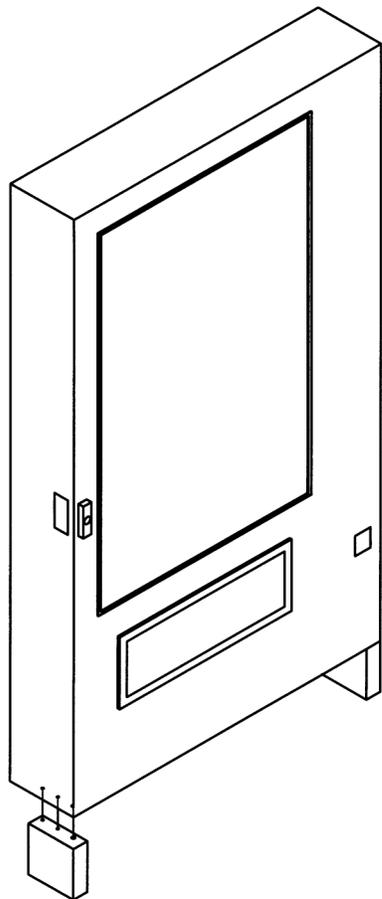

Figura 4.2 Instalación de la Pata Falsa
La Pata Falsa ayuda a prevenir que la Máquina se caiga cuando la puerta de la Máquina Expendedora está abierta y una o más de las charolas para botellas se encuentran extendidas. No instalar la Pata Falsa en las Máquinas Expendedoras con charolas para botellas podría resultar en lesiones graves (Consulte la Figura 4.2).
- Alinee los orificios en la parte superior de la Pata Falsa con los orificios de 1/8" ubicados en la parte inferior de la puerta (Consulte la **Figura 4.2**, página